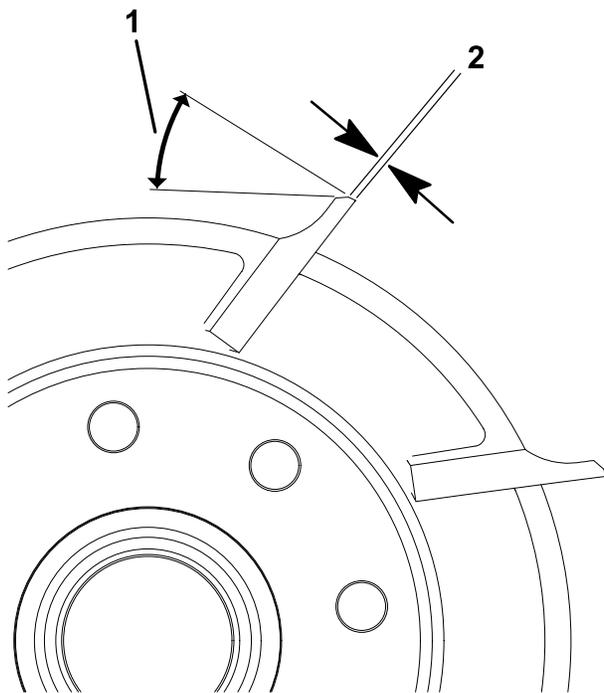

Bild 20
1. Führen Sie einen Hinterschliff von 30° auf alle Messerspindeln durch, bis die Stegbreite 0,76 mm beträgt (Bild 20).